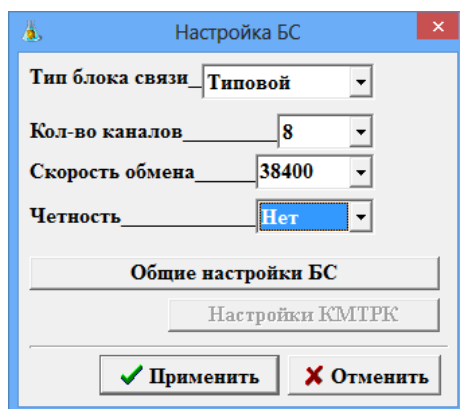

Рис. 24
- в окне «Настройка БС» выберите тип блока связи «Типовой», если ТРК будут подключаться к БС, или выберите «Отсутствует» рис.24, если ТРК подключаются к концентратору..